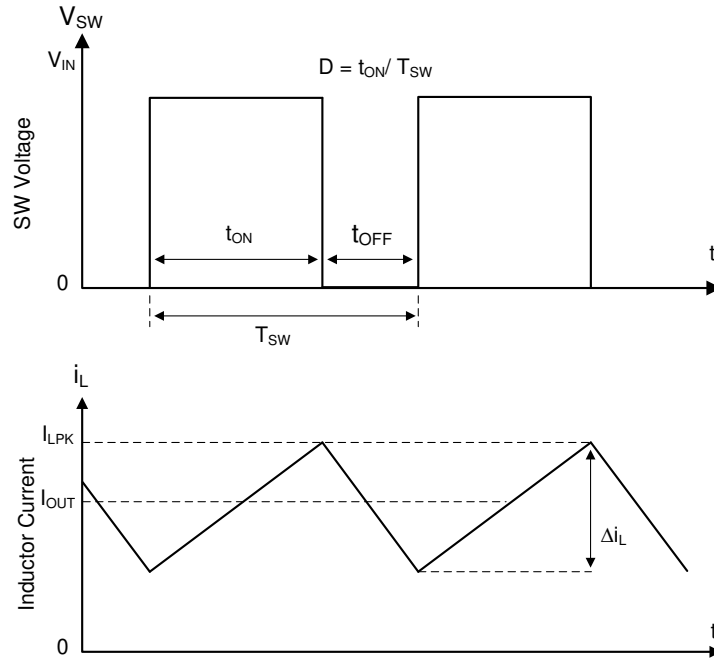

图 7-1. 连续导通模式 (CCM) 下的 SW 节点和电感器电流波形
LMR516xx 的以下运行说明涉及 功能方框图 和 图 7-1 中的波形。LMR516xx 是一款同步降压转换器，具有集成式高侧 (HS) 和低侧 (LS) 开关 (同步整流器)。LMR516xx 通过使用受控的占空比打开高侧和低侧 NMOS 开关，来提供稳定的输出电压。高侧开关导通期间，SW 引脚电压上升至约  $V_{IN}$ ，电感器电流  $i_L$  以线性斜率  $(V_{IN} - V_{OUT})/L$  增加。当高侧开关被控制逻辑关闭时，低侧开关在经过反击穿死区时间后将会导通。电感电流通过低侧开关以斜率  $V_{OUT}/L$  放电。降压转换器的控制参数为占空比  $D = t_{ON}/T_{SW}$ ，其中  $t_{ON}$  是高侧开关导通时间， $T_{SW}$  是开关周期。转换器控制环路通过调整占空比  $D$  来维持恒定的输出电压。在可忽略损耗的理想降压转换器中， $D$  与输出电压成正比，与输入电压成反比： $D = V_{OUT}/V_{IN}$ 。